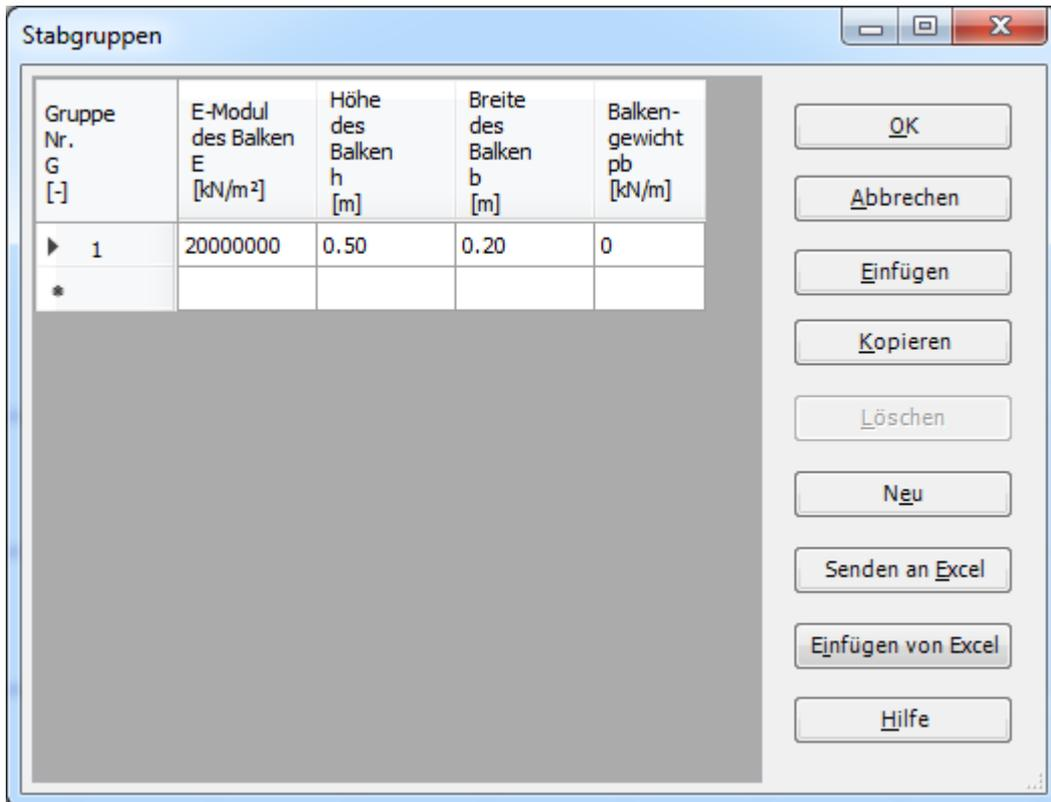

Bild 8.13 Listenfeld "Beschreibung der Stabgruppen"
Danach erscheint das folgende Listenfeld im Bild 8.13.
- Geben Sie die Materialeigenschaften des Balkens, Querschnittabmessungen und das Balkengewicht ein, wie im Bild 8.13 gezeigt. Dies geschieht durch Eingabe des Wertes in der entsprechenden Zelle und Drücken der "Eingabe"-Taste